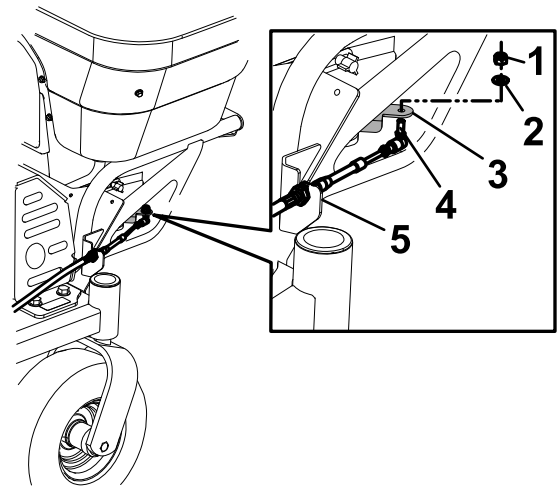

Bild 7
4. Führen Sie das Ende des Kabelzugs in die Bohrung des Klappenarms ein; sichern Sie das Ende des Kabelzugs mit einer Unterlegscheibe und einer Sicherungsmutter (1/4"), wie in Bild 7 dargestellt.